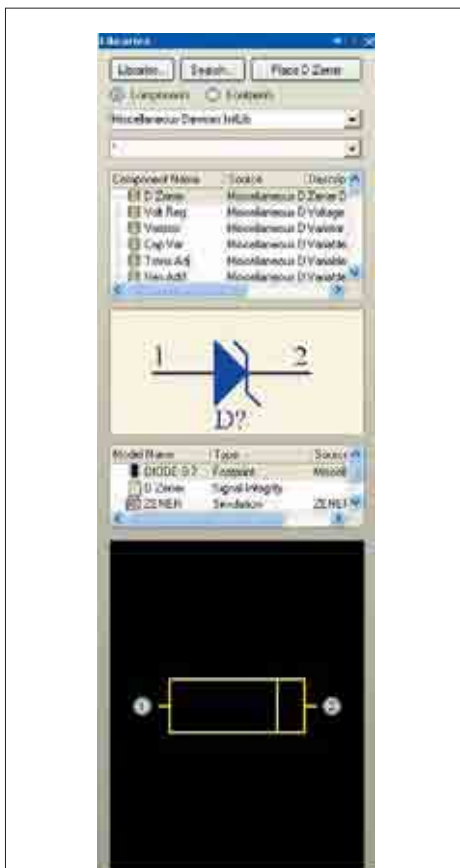

Рис. 9. Панель управления библиотеками
- Подключенная библиотека отобразится в выпадающем списке в верхней части панели управления библиотеками (рис. 9).